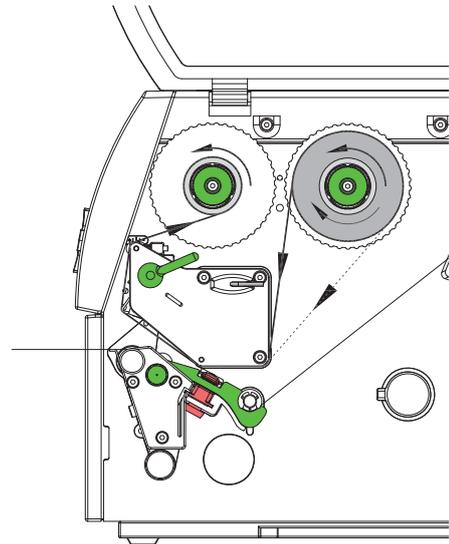

Figura 12 Recorrido de la cinta de tinta
6. Deslizar un núcleo adecuado (4) sobre el enrollador de la cinta de tinta (5), y posicionar y fijarlo de una forma análoga al rollo de la cinta.
7. Pasar la cinta de tinta a través del mecanismo de impresión, tal y como se muestra en la Figura 12. La línea continua sirve para cintas con lado de revestimiento bobinado en el interior, y la línea de rayas, para cintas con lado de revestimiento bobinado exterior.
8. Fijar el inicio de la cinta de tinta al centro del núcleo del eje (4) mediante una tira adhesiva. Si se utilizan núcleos que sean más anchos que la cinta de tinta, utilizar la escala (7) del ángulo cabecero para alinear la cinta. Debe tenerse en cuenta que la dirección de rotación del enrollador de la cinta de tinta transcurra en sentido contrario a las agujas del reloj.
9. Girar el enrollador de la cinta de tinta (5) en sentido contrario a las agujas del reloj para alisar el recorrido de la cinta.
10. Girar la palanca (6) en el sentido de las agujas del reloj para bloquear el cabezal de impresión.